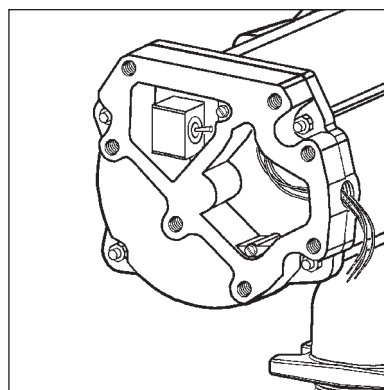

Figura 2
1. Remova a tampa elétrica (Figura 2). Instale o conduíte e o cabo da caixa de distribuição à caixa elétrica da bomba. A fiação deve estar de acordo com os requisitos da Classe I, Divisão 1, no código elétrico nacional aplicável.